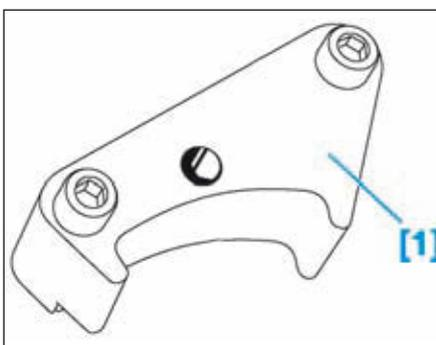

FIG.79
- [1]. Outil de blocage de la roue dentée d'arbre à cames (réf. Mot. 1606) (Fig.79).